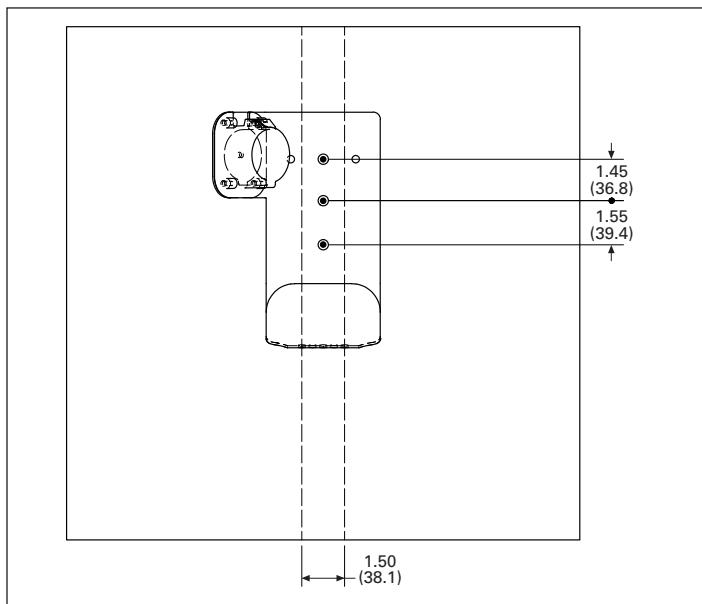

Figura 1. Dimensiones del orificio de montaje en pulgadas (mm)
Paso 2. Utilizando la funda premium para cables como plantilla, tal como se muestra en la **Figura 1**, alinee con precisión los tres orificios del soporte a lo largo de la línea central del perfil montante y marque cada uno de los tres orificios de montaje.